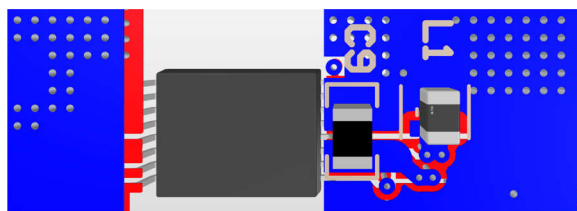

図 3-12. 底面、昇降圧、VEE LC の配置と配線
- a. 2.2 $\mu$ F の高周波バイパス コンデンサ (C9) は、VEE および COM ピンのできるだけ近くに配置します。3MHz ~ 4MHz の自己共振周波数は、3.3 $\mu$ H のインダクタ (L1) を選択した昇降圧コンバータのスイッチング周波数ノイズに対して低インピーダンスのデカップリングを実現するために最適です。VEE 昇降圧コンバータのコンデンサと内部ローサイド MOSFET との間のスイッチング ループを低減するため、コンデンサを PCB の異なる側に配置し、ビアを使用して接続することも可能です。コンデンサを異なる側に配置すると、VDD ピンと COM ピンとのデカップリング コンデンサの配置も簡素化できます。図 3-12 に、C9 と L1 を PCB の底面に配置する例を示します。